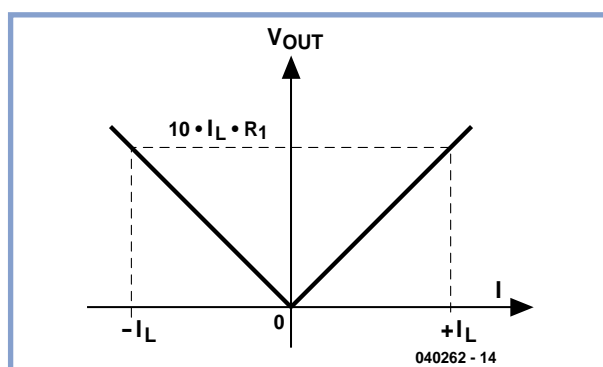

Figure 4. Comportement de la tension de sortie avec un courant bipolaire.
Comment peut-on alors amener la fréquence d'horloge à l'endroit où elle est nécessaire au même instant ? On pourra s'aider d'arborescences en H lors de la conception du circuit (**figure 4**). Les blocs fonctionnels sont alors montés symétriquement à l'image d'un H majuscule et l'on injecte, au figuré, la fréquence d'horloge, au centre de la traverse horizontale. Dans ces conditions, les extrémités du H se situent, par rapport au centre, connaissent les mêmes durées de transfert. Il n'est cependant pas possible d'atteindre tous les blocs fonctionnels nécessaires. On pense aussi à une transmission de la fréquence d'horloge par radio ou lumière, approche complexe qui n'a pas dépassé le stade d'échantillon.
(**figure 4**). R2 peut être de nouveau déterminé à l'aide de la formule (3).